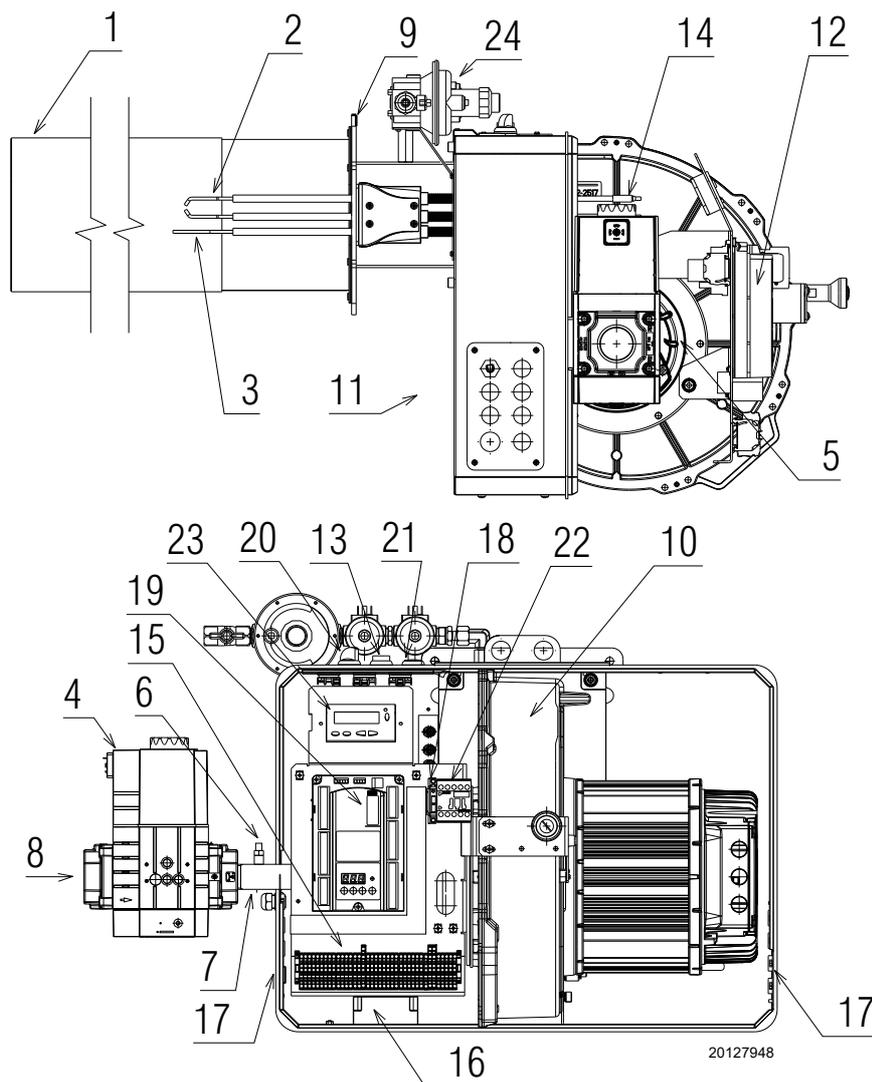

Abb. 2
(1) Bezugsbedingungen: Raumtemperatur 20 °C - Gastemperatur 15 °C - Barometrischer Druck 1013 mbar - Höhe 0 m ü.d.M.
(2) Gasdruck am Einlass 8)(Abb. 2) bei Druck Null in Brennkammer und bei maximaler Brennerleistung.
(3) Schalldruck, im Verbrennungslabor des Herstellers bei laufendem Brenner am Prüfkessel, bei maximaler, durchschnittlicher und minimaler Modulationsleistung gemessen. Die Schalleistung wird mit der von der Norm EN 15036 vorgesehenen „Free Field“-Methode mit der Messgenauigkeit „Accuracy: Category 3“ gemessen, wie von der Norm EN ISO 3746 vorgeschrieben.
Das Aufleuchten der Taste 13)(Abb. 2) weist auf eine Störabschaltung des Brenners hin. Zum Entriegeln die Taste drücken.